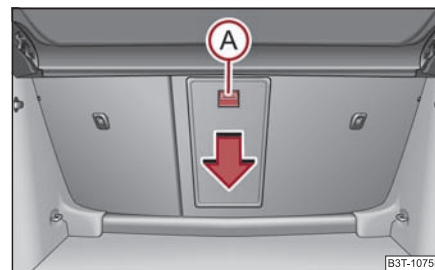

Fig. 121 Maletero: Tecla de desbloqueo
- Empuje la tecla de desbloqueo (A) hacia abajo ⇒ página 103, fig. 121 y abata la tapa (con apoyabrazos) hacia delante.
- Abatir la tapa y el apoyabrazos hacia arriba hasta el tope - la tapa deberá encastrar de forma audible. Esto lo reconocerá en que, desde el compartimento de pasajeros, ya no se verá la zona roja encima de la tecla de desbloqueo (A) ⇒ página 103, fig. 121.